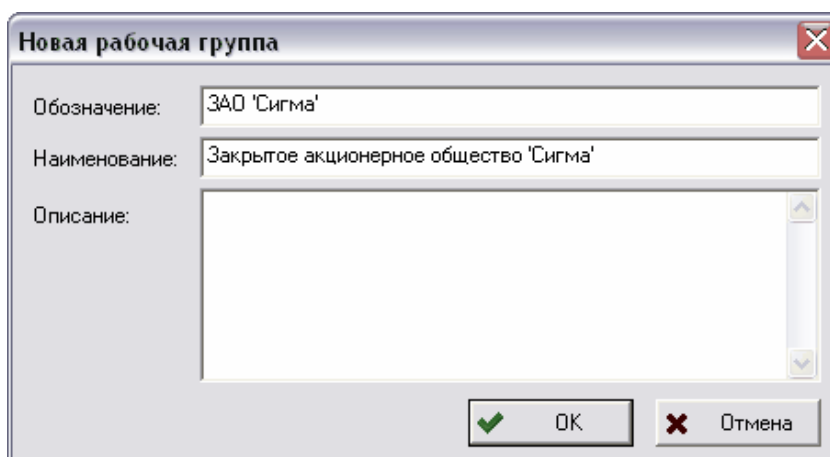

Рис. 37. Создание новой рабочей группы
- В контекстном меню выберите команду **Создать описание рабочей группы**. После этого откроется окно **Новая рабочая группа** (Рис. 37).